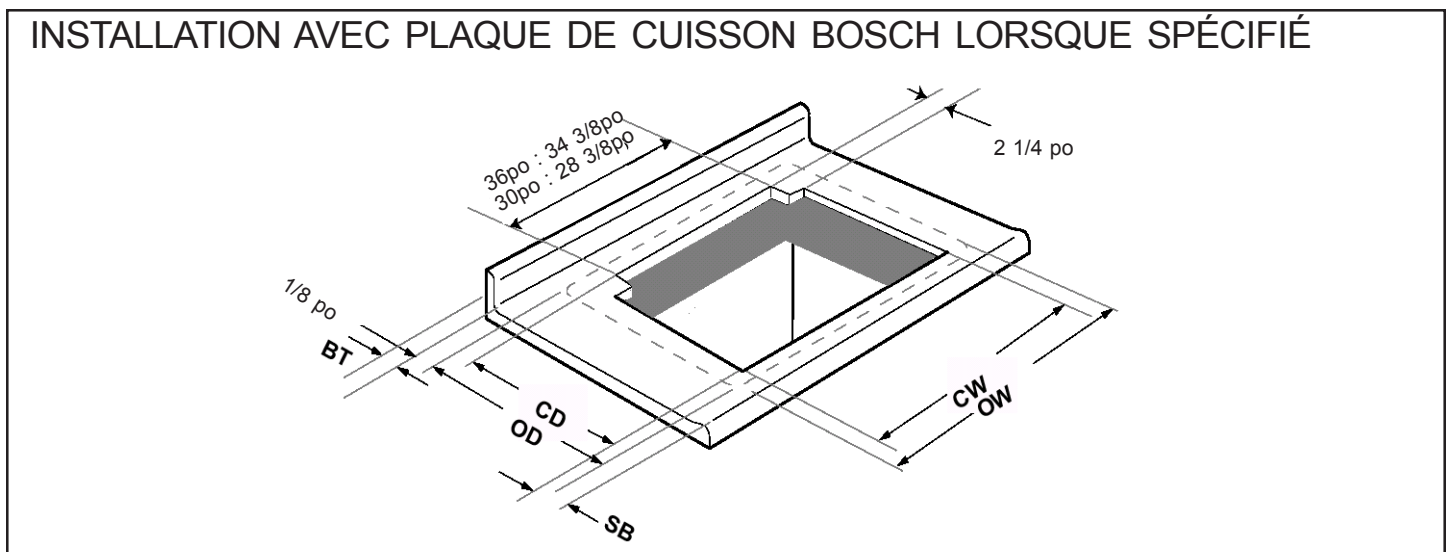

Figure 7
Pour l'installation avec une plaque de cuisson Bosch, consulter section A et figure 7 (page 7) ; pour une autre marque, voir section B, page 8.
- A. Installation avec plaque de cuisson Bosch (figure 7 et tableau 2)